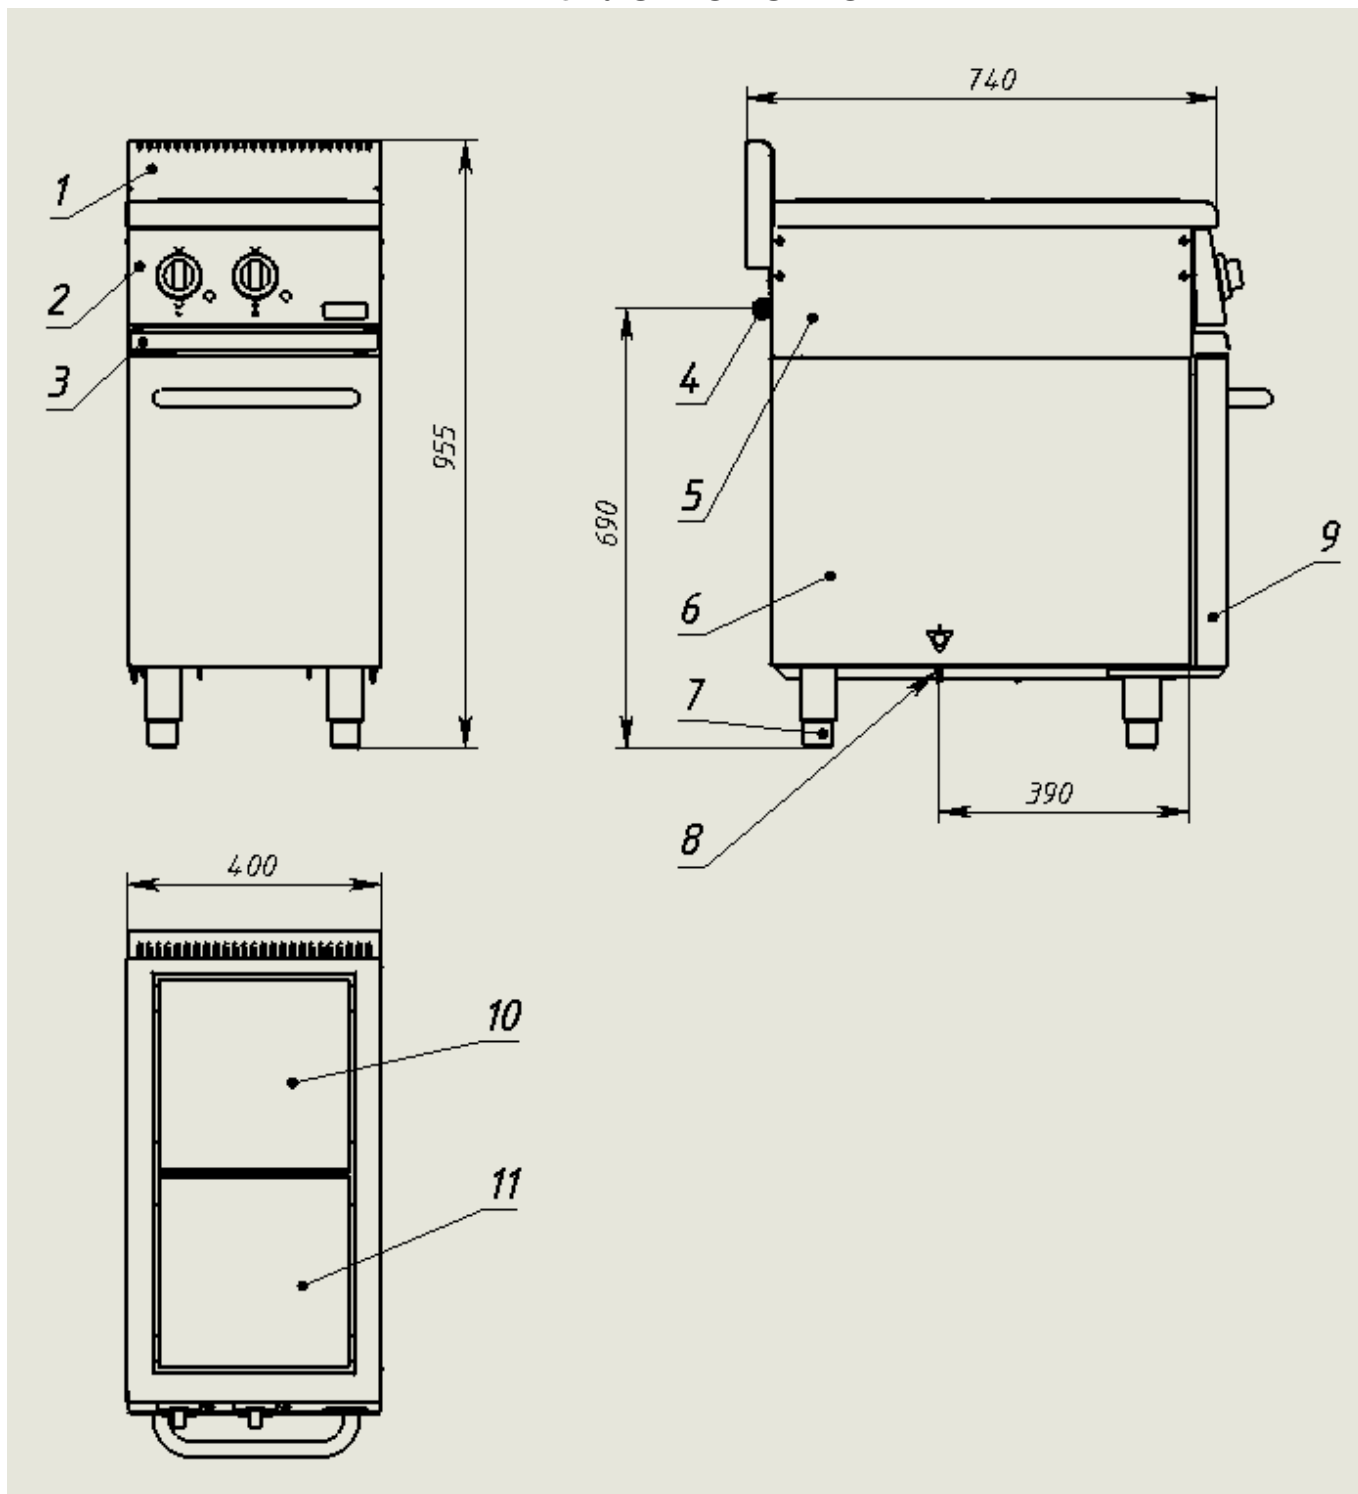

Рисунок 2 - Устройство плиты
8.2 При утечке жидкости, образующийся на рабочей поверхности плиты при приготовлении пищи, слив предусмотрен в выдвижной поддон (поз.3 рисунок 2). *Не забывайте регулярно сливать жидкость из поддона.*